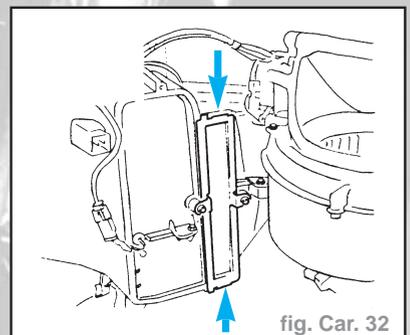

fig. Car. 32
- Déposer : Boîte à gants, couvercle de service du filtre d'air pur (2 vis et 2 agrafes - flèches), filtre d'air pur (fig. Car. 32).